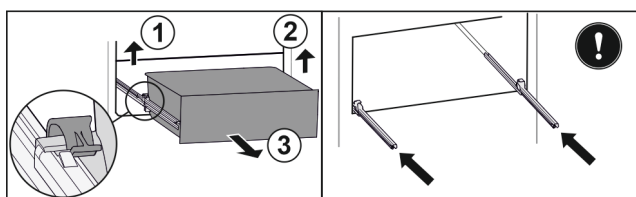

Fig. 118
- ▶ Soulever la bride gauche et tirer dans le même temps la partie gauche du tiroir vers l'avant. Fig. 118 (1)
- ▶ Soulever la bride droite et tirer dans le même temps la partie droite du tiroir vers l'avant. Fig. 118 (2)
- ▶ Retirer le tiroir par l'avant. Fig. 118 (3)